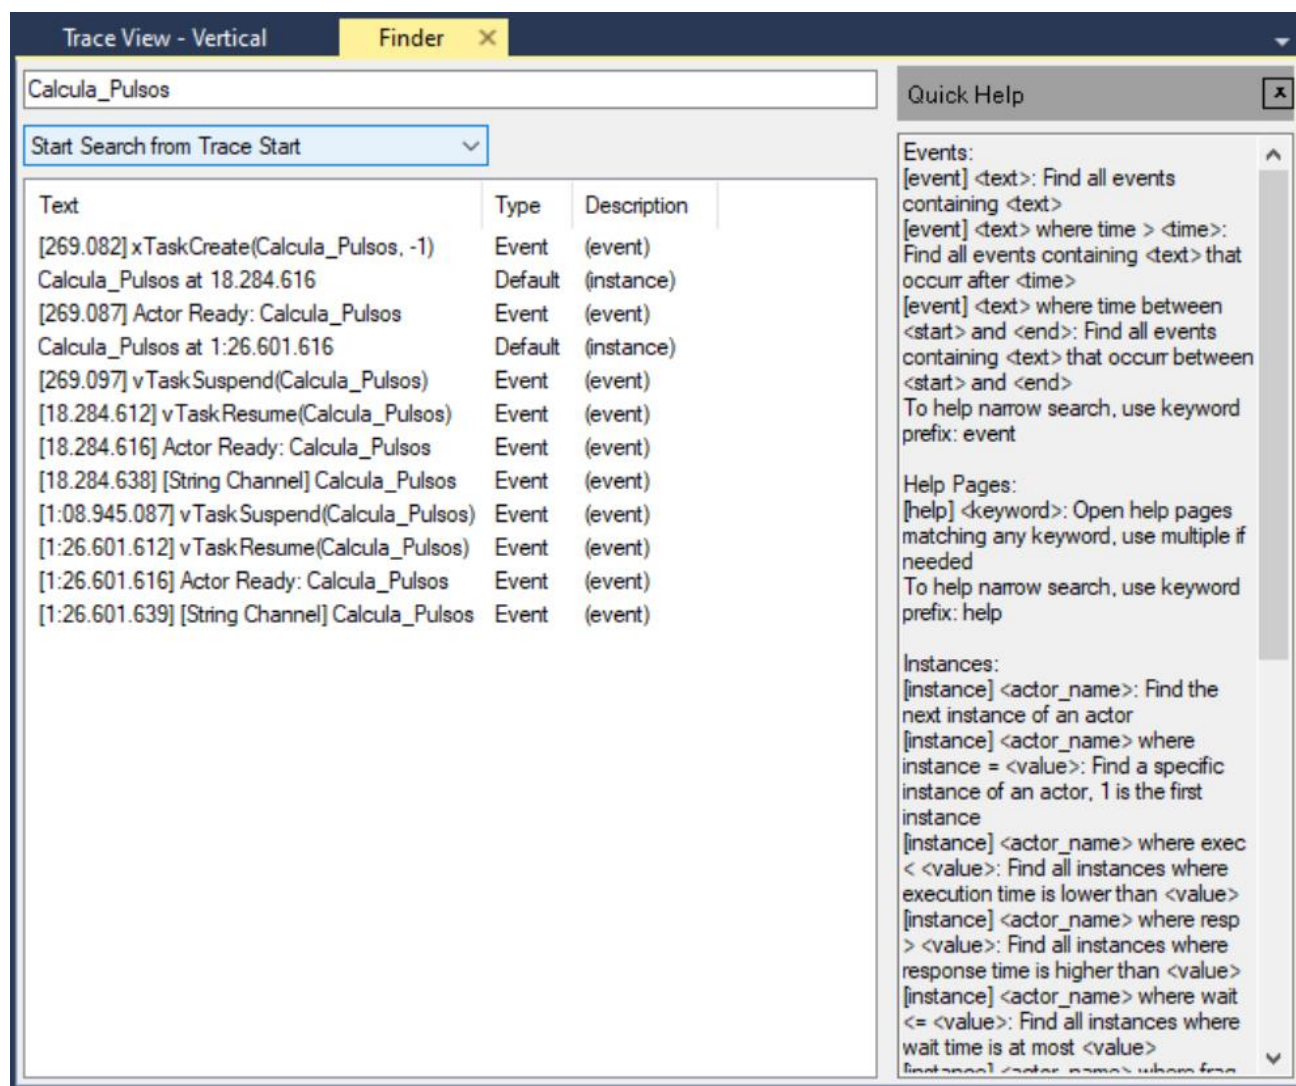

Figura 51. Ejemplo de Full Finder buscando task3 visualizando todos los resultados completos
- **Full Finder** se puede abrir desde el menú de ventanas o pulsando **Ctrl + Shift + F**. La diferencia con **Quick Finder** reside en que esta opción realiza una búsqueda completa mostrando todos los posibles resultados en una larga lista. En la figura 51 se ha realizado la búsqueda de “Calcula\_Pulsos” y se obtiene una búsqueda completa, desde la creación de la tarea y su suspensión, hasta los mensajes enviados a través de **String Channel**.